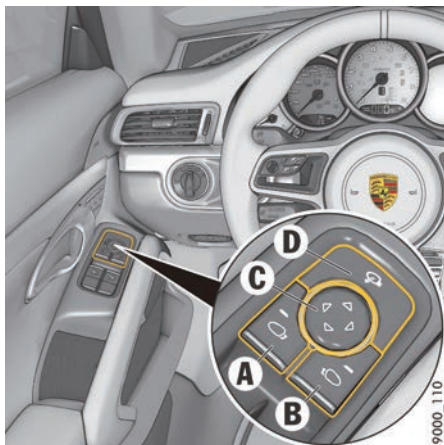

图 103: 车外后视镜的操作
- ▶ 按下按钮 **D**（请参见第 136 页的图 103）。
如果事先使用了按钮 **D**（第 136 页的图 103）手动折合车外后视镜，则在点火装置开启后车外后视镜不会自动展开。